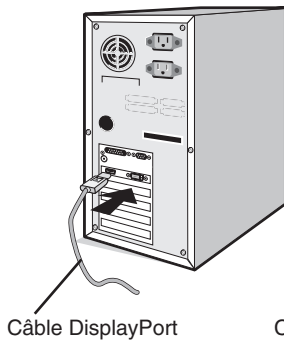

Figure A.1
2. **Pour un PC avec une sortie DisplayPort :** Branchez le câble DisplayPort au connecteur de la carte graphique de votre système (**Figure A.1**).